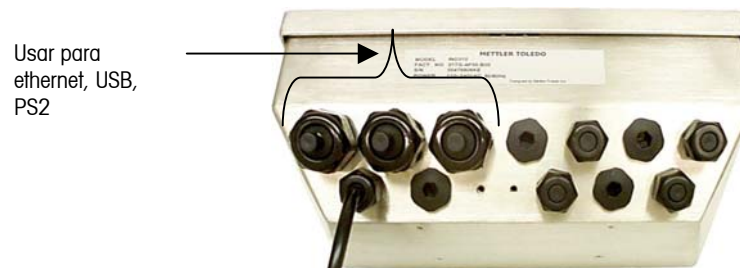

Figura 2-3: Glándulas para cables de la unidad IND310
- Pase los cables a través de un sujetador de cables de tamaño apropiado antes de conectar los alambres. Por ejemplo, el cable de ethernet pasa a través de la glándula grande para cables (ver Figura 2-3).